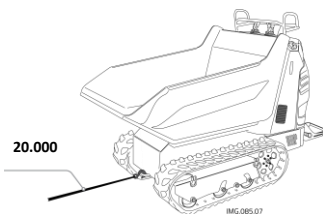

Fig 29 Anchoring points for towing
- **Befestigen Sie die Hubmittel ausschließlich an den von dem Hersteller vorgesehenen Verankerungspunkten (Abb. 29);**
- Maschine gut auf der Ladefläche des Transporters mit den durch **Cormidi genehmigten Ketten** (Cod. C0260.00.3) befestigen, die bei einem autorisierten Händler gekauft werden können, befestigen Sie diese immer an den angegebenen Verankerungspunkten, wie in der Abbildung 29 dargestellt wird.